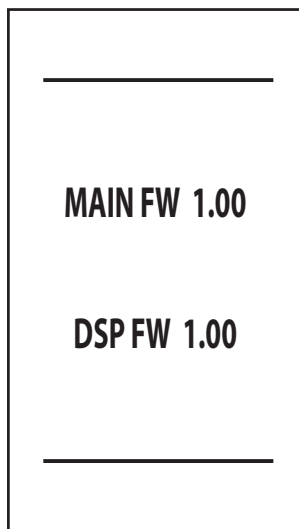

рис. 6- Включение/Версия ПО
- В течение первых 5 секунд на дисплее отображается версия программного обеспечения платы и дисплея (рис. 6).